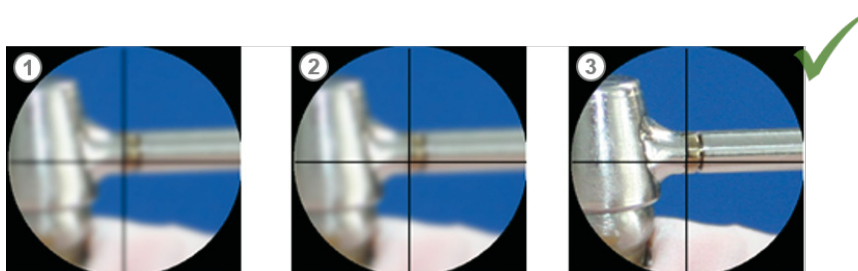

Abbildung 19: Mikroskop-Aufsatz einstellen
- ▶ Positionieren Sie ein flaches Test-Werkstück (z.B. Blechstück) unter das Laserobjektiv. Stellen Sie die Höhe mittels eines geeigneten Hubtischs so ein, dass das Objekt mit dem dominanten Auge scharf zu sehen ist (siehe Abbildung 19, rechts).